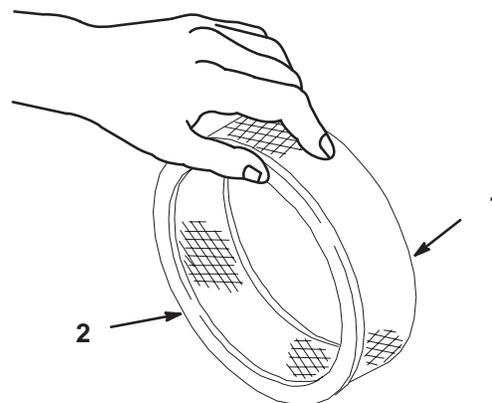

Abbildung 19
- A. Den Einsatz leicht auf eine flache Oberfläche klopfen, um Staub und Schmutz zu beseitigen (Abb. 19).